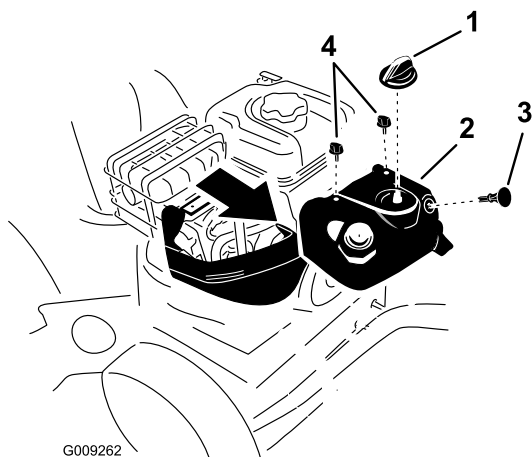

Рисунок 51
Примечание: Для доступа к свече зажигания сначала снимите верхний колпак сборника снега (Рисунок 51).
1. Снимите ручку заслонки и ключ зажигания (Рисунок 51).
2. Выверните 2 винта, которые крепят верхний колпак сборника снега к снегоочистителю (Рисунок 51).